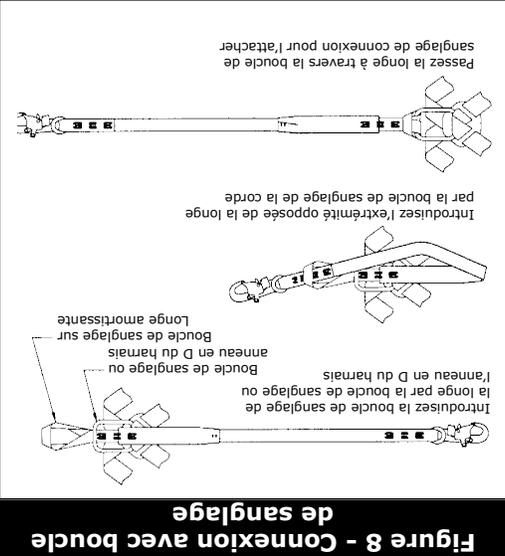

Figure 8 - Connexion avec boucle de sanglage
- Fixation d'une corde amortissante avec boucles de sanglage : Voir la Figure 8.